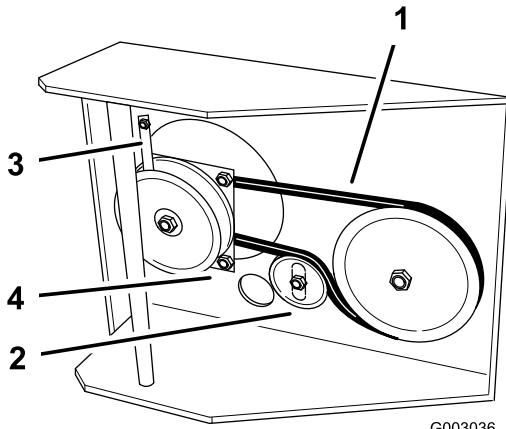

Figura 43
- Desenganche el retén del embrague y retire el retén (Figura 43).
- Enganche el retén del embrague al embrague y fíjelo al bastidor con el perno de montaje del motor (Figura 43).
- Apriete el perno del pivote a 19–24 Nm (170–220 pies-libra) (Figura 43).
- Afloje el perno de montaje de la polea tensora lo suficiente para poder desplazar la polea tensora, y retire la correa de tracción de la polea de la transmisión y del embrague (Figura 43).